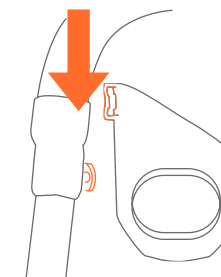

Fig. 12
- 12) •** Fixation du porte-gobelet : faites glisser la pince du porte-gobelet par-dessus l'une des languettes du porte-gobelet situées sur la barre de poignée. Poussez-la jusqu'à ce qu'elle se mette solidement en place avec un clic (Fig. 12).